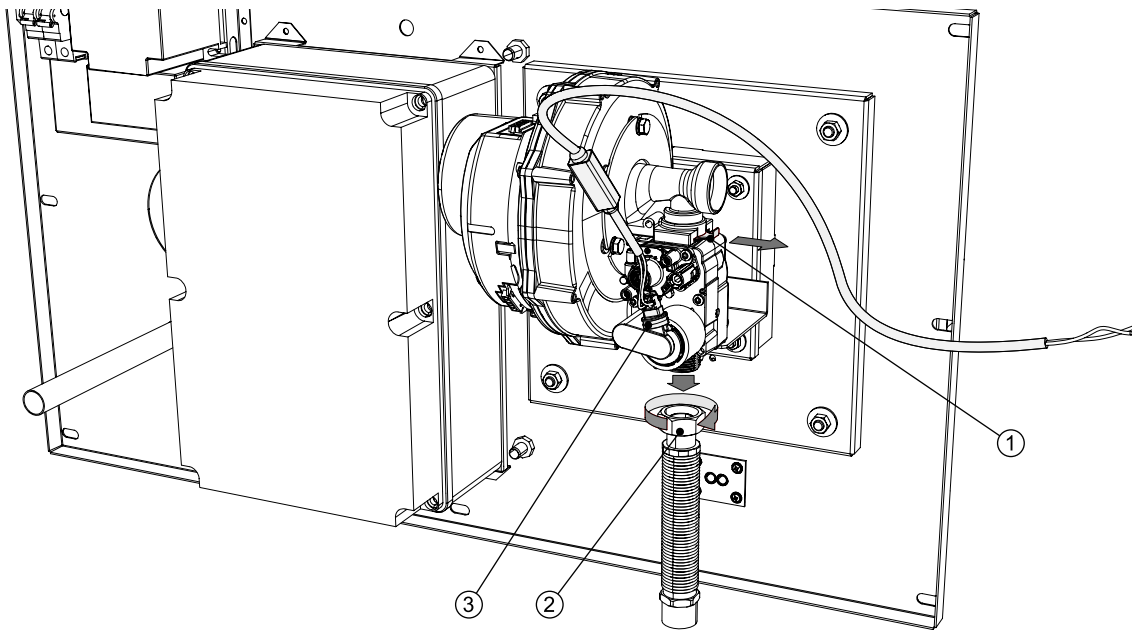

Fig. 8.2
3. Débrancher le câble d'alimentation électrique (3), fig 8.2.
4. Dévisser le tuyau flexible de connexion (2).